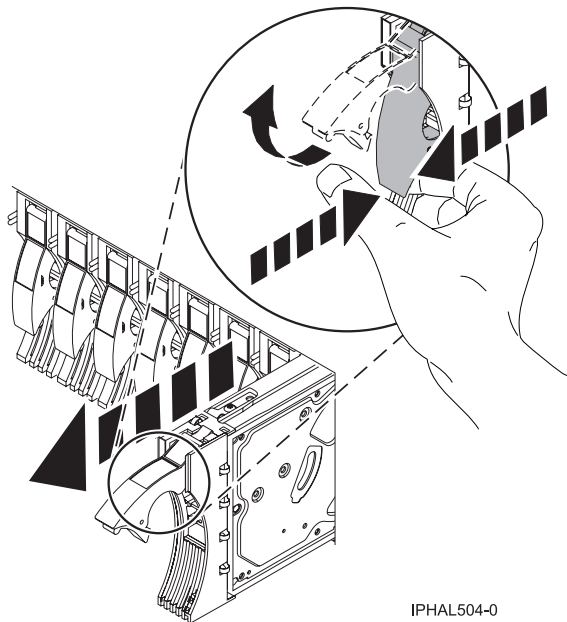

Figure 25. Retrait d'une unité de disque d'un modèle ou 11D/20
8. Appuyez sur la poignée de l'unité de disque et tirez-la vers vous pour retirer l'unité de disque (voir figure 25, à la page 36). Si la poignée n'est pas complètement sortie, vous ne pouvez pas retirer l'unité de disque de l'unité centrale ou de l'unité d'extension.